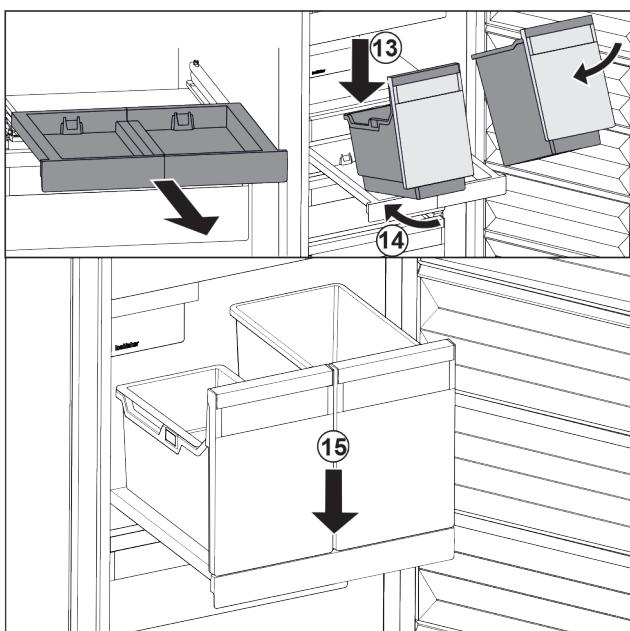

Fig. 129
- ▶ Поставете съда под ъгъл върху изтеглящата се дъска. Fig. 129 (13)
- ▶ Вкарайте съда под ъгъл назад. Fig. 129 (14)
- ▶ Спуснете съда отпред. Fig. 129 (15)